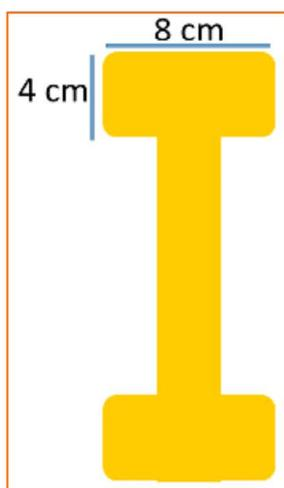

Abbildung 1
- Montage unseres Sicherheitsgeländers am Ende eines 20 cm hohen Holzsystems. Unsere Trägerstützen passen zu verschiedenen Trägermarken, wenn der obere Flansch des Trägers 8 x 4 cm groß ist. (Abbildung 1)